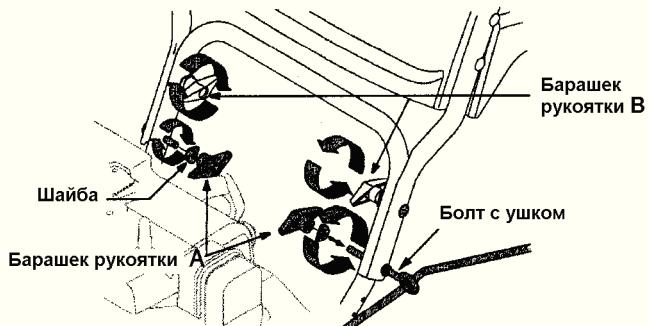

Рисунок 2
- 4.** Вставьте болт с ушком в нижнее отверстие, имеющееся на обеих рукоятках (нижней и верхней) слева, наденьте шайбу и затяните барашек А, снятый ранее. Смотрите рисунок 2.
5. Вставьте болт в нижнее отверстие, имеющееся на обеих рукоятках (нижней и верхней) справа, наденьте шайбу и затяните второй барашек А, снятый ранее. Смотрите рисунок 2.